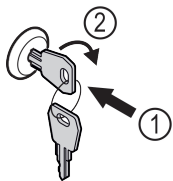

Fig. 120 Représentation à titre d'exemple
- Insérer la clé Fig. 120 (1).
- Tourner la clé à 90° dans le sens horaire Fig. 120 (2).